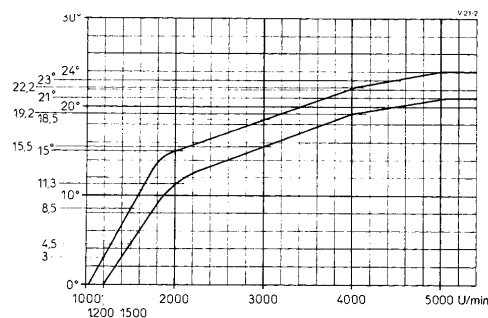

Bild 60 Zündverstellkurve VA 2 - VD 2
- bis Juli 1982 VA2-VD2 (Bild 60)
Stroboskoplampe mit Phasenschieber oder einem Motortester messen (Bild 60 oder 61). Falls keine Einstellung für Zweitaktmotoren vorhanden ist, muss die Ablesung durch zwei dividiert werden.